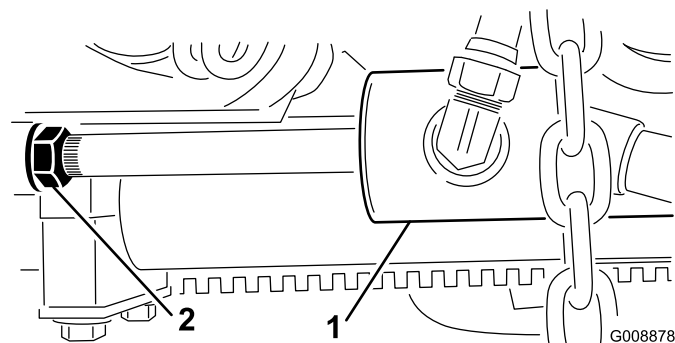

Bild 13
B. Drehen Sie die Klemmmutter am Zylinder heraus (Bild 13).